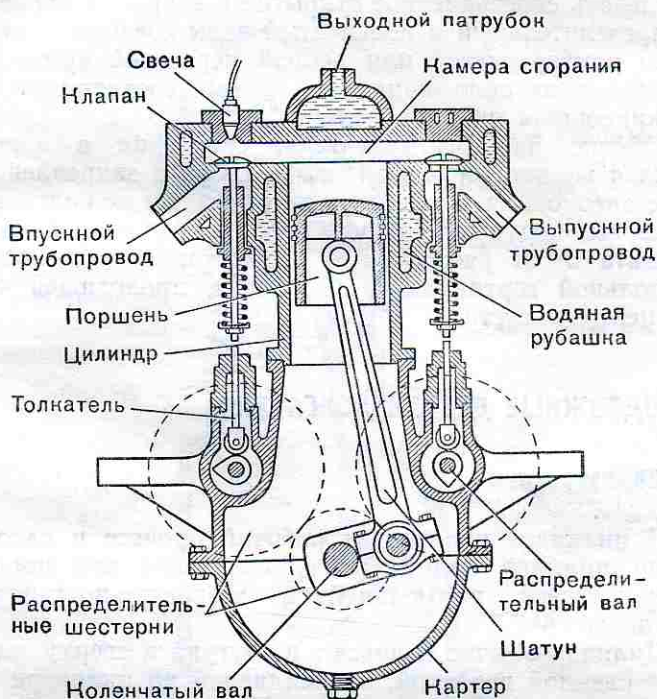

Рис. 6. Принципиальная схема четырехтактного карбюраторного двигателя
*Кривошипно-шатунный механизм* преобразует прямолинейное возвратно-поступательное движение поршня во вращательное движение коленчатого вала и передает воспринятые поршнем усилия трансмиссии автомобиля. Он состоит из цилиндра с головкой (рис. 6), поршня с поршневыми кольцами и пальцем, шатуна, коленчатого вала, маховика и картера.